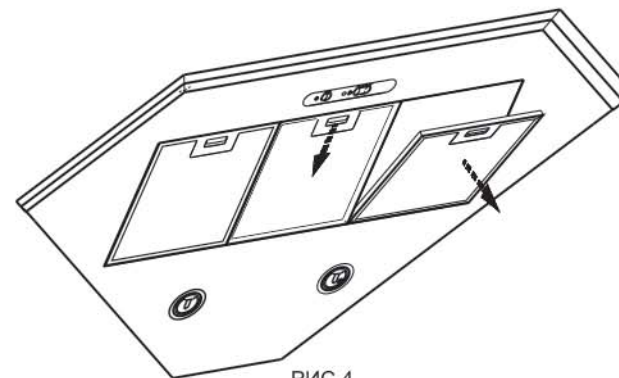

РИС.4
8.3 Для очистки фильтров извлеките их из зонта (рис. 4) и произведите очистку с помощью щетки горячим водным раствором нейтрального моющего средства вручную или в посудомоечной машине (при 60°C).
- перед установкой зонта снимите алюминиевые фильтры, для этого нажмите на пружинный замок на фильтре и потяните его вниз и на себя (рис. 4);